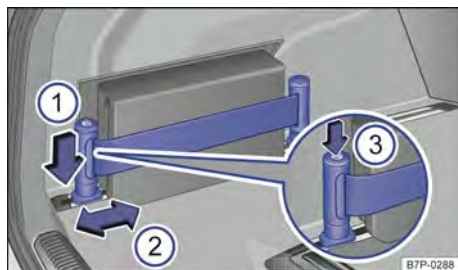

Fig. 216 No compartimento de bagagem à esquerda: cinta tensora.
- Pressionar o suporte para baixo → Fig. 216 ❶ e, ao mesmo tempo, empurrar para a posição desejada ❷.
- Pressionar o botão do suporte ❸ para apertar a cinta.